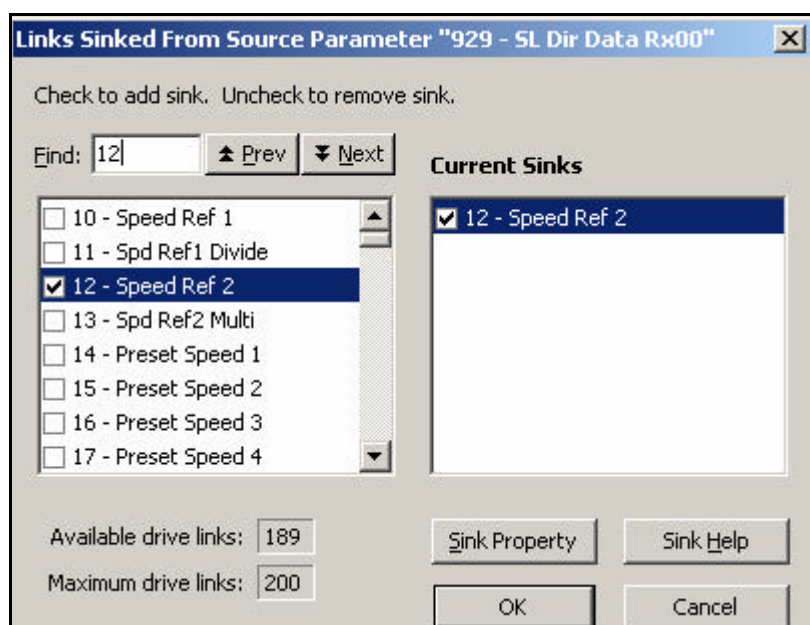

图 6-35 配置 Direct Word-0
23) 在 Direct Word-0 一项中，选择 Real 作为 Type。然后在 Used By Parameter 中，点击...，选择参数 12[Speed Ref 2]，此时设定了参数 12[Speed Ref 2]来使用 Direct Word 0 接收的数据。2# 变频器的 Direct Word-0 接收 # 1 变频器的 Direct Word-0 发送出的数据。上述设定的含义是 # 2 变频器将来自手轮的速度反馈值作参数 12[Speed Ref 2]的速度给定值。参数设置如图 6-35 所示。